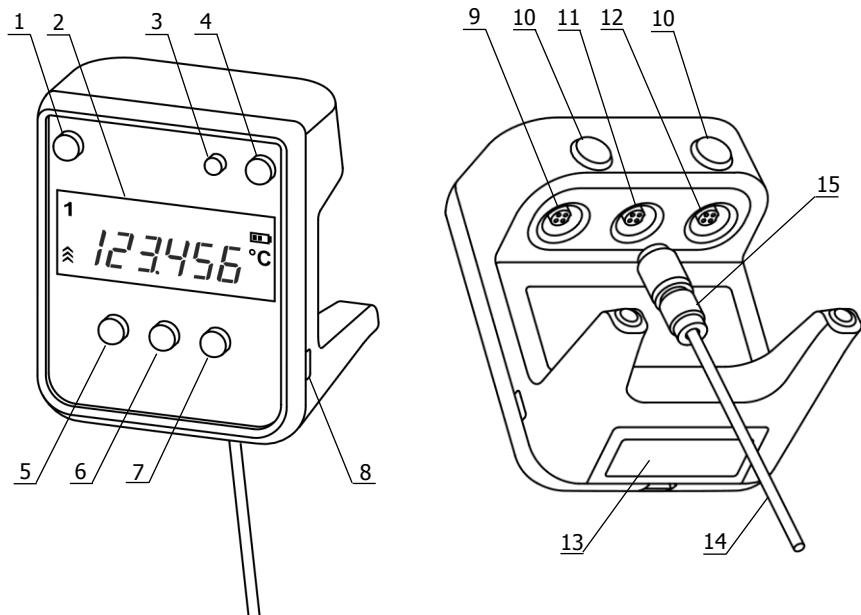
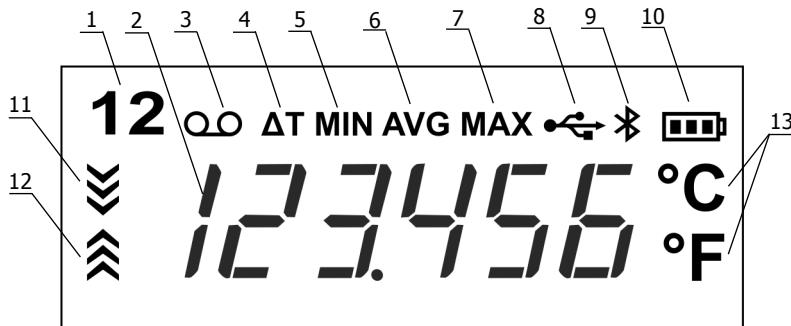

Рисунок 1 — Внешний вид термометра
Рисунок 2 — Дисплей термометра
2.2.2 Подключить датчик температуры к электронному блоку. Для этого совместить ключи на разъеме датчика 15 (рисунок 1) и ответной
2.2.3 Включить питание термометра кнопкой 4 (рисунок 1). Прибор не требует предварительного прогрева и сразу же готов к работе.
2.3.2 В случае двухканального исполнения электронного блока переключение каналов выполняется нажатием кнопки 1 (рисунок 1). При
этом загорается соответствующий индикатор канала 1 (рисунок 2).
2.3.3 Для оценки направления и скорости изменения температуры служат индикаторы 11 и 12 (рисунок 2), которые загораются при уменьшении или увеличении измеряемой температуры соответственно. Чем быстрее изменяется температура, тем большее количество "шевронов" загорается в соответствующем индикаторе.
2.4.2 Состояние элементов питания отображается на дисплее индикатором 10 (рисунок 2). Чем меньше "полосок" содержит символ батареи, тем сильнее разряжены элементы питания. Признаком необходимости замены элементов питания является индикатор без "полосок".
2.4.3 Для замены элементов питания открыть крышку батарейного отсека 13 (рисунок 1), извлечь старые элементы и установить новые, соблюдая полярность.
2.5.2 Для запуска/остановки записи результатов измерений в память, нажать кнопку 7 (рисунок 1). Индикатор 3 (рисунок 2) виден, когда запись результатов включена. Запись выполняется циклически.
2.6.1 При выполнении измерений термометр, начиная с момента включения, непрерывно отслеживает значения минимальной, средней и максимальной температуры датчика для каждого измерительного канала. Многократное нажатие кнопки 6 (рисунок 1) последовательно выводит на дисплей значения этих температур вместе с соответствующим индикатором 5–7 (рисунок 2).
2.6.2 Для двухканального исполнения электронного блока дополнительно имеется функция определения разности температур, измеренных датчиками первого и второго каналов. Результат работы этой функции можно вывести на дисплей нажатиями кнопки 6 (рисунок 1) до появления индикатора 4 (рисунок 2).
2.7.2 Для переключения между единицами измерения температуры нажать кнопку 5 (рисунок 1) и, удерживая ее, нажать кнопку 6.
2.8.2 Для циклического изменения количества знаков после запятой нажать кнопку 5 (рисунок 1) и, удерживая ее, нажать кнопку 7.
2.9.2 Переход в режим секундомера и обратно выполняется нажатием кнопки 1 (рисунок 1).
- включить термометр, при этом должен появиться индикатор 8 (рисунок 2);
2.11.2 Включение/выключение модуля осуществляется нажатием кнопки 3 (рисунок 1). Когда модуль включен, виден индикатор 9 (рисунок 2).